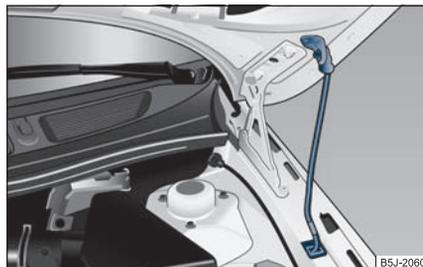

Fig. 176 Seguro del capó con la varilla de apoyo
- Saque la varilla de apoyo de su fijación y engánchela en la abertura prevista con tal fin ⇒ página 190, fig. 176.